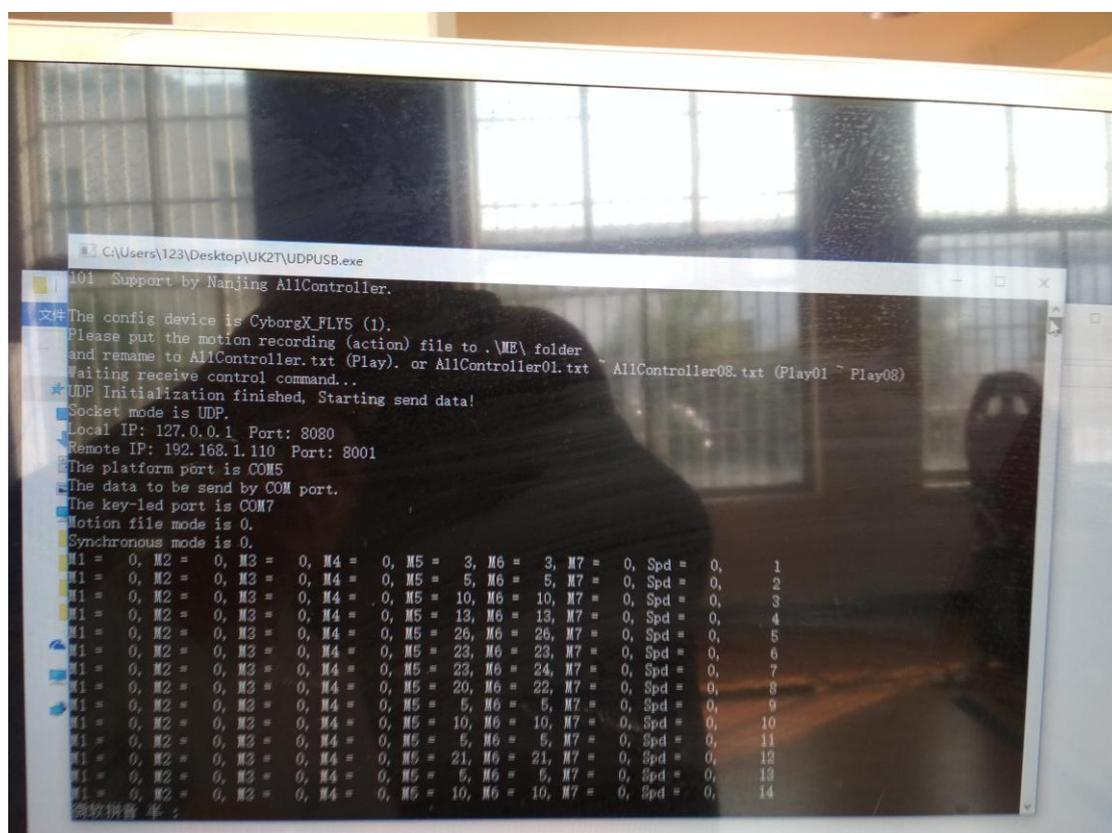

图 11
- 1) 在电脑桌面找到 UDPUSB 程序软件并打开运行，如图 11 所示，出现图中数据。（若打开软件程序，没有数据可以先摇动一下摇杆，让平台运动一下，再重新打开 UDP 程序。）